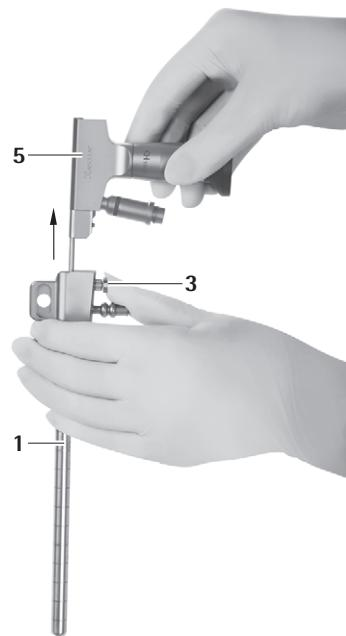

Fig. 8
► Apăsați butonul de deblocare 3 și scoateți endoscopul 5 din trocarul MINOP InVent 1, vezi Fig. 8.